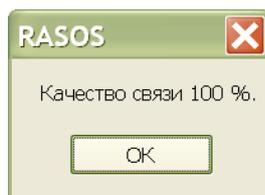

Рисунок 38
3) Качество связи с БКД-МЕ должно быть 100% (рисунок 38).